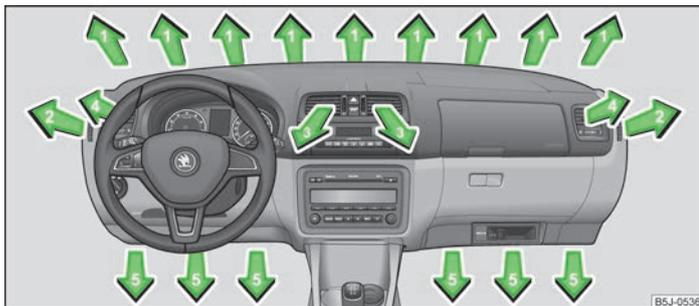
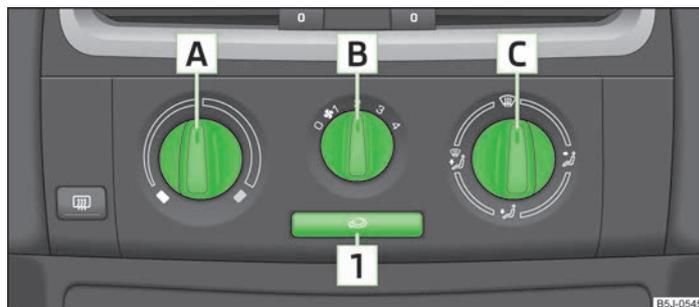

Fig. 74 Eyectores de salida de aire
Fig. 75 Calefacción: Elementos de mando
➤ Girar la rueda vertical (difusores de salida de aire 3) » fig. 74 o la rueda horizontal (difusores de salida de aire 4) a la posición 2.
➤ Girar la rueda vertical (difusores de salida de aire 3) » fig. 74 o la rueda horizontal (difusores de salida de aire 4) a la posición 0.
- Mover las láminas horizontales con el ajustador deslizable para cambiar la altura del flujo de aire » fig. 74.
Ajustar la salida de aire para cada difusor con el regulador de distribución de aire [C] » fig. 75 de la página 71. Los difusores de salida de aire 3 » fig. 74 y 4 se pueden cerrar y abrir por separado.
- Girar el regulador giratorio [A] » fig. 75 hacia la derecha para elevar la temperatura.
- Girar el conmutador del ventilador [B] » fig. 75 a una de las posiciones, 1 a 4, para conectar el ventilador.
- Con el regulador de distribución de aire [C] » fig. 75, se regula el sentido de salida del aire » página 71.
Todos los elementos de mando, excepto el conmutador del ventilador [B] » fig. 75, se pueden ajustar a cualquier posición intermedia.
- Elementos de mando **A** » fig. 75 de la página 71, **B**, **C** y la tecla **1**.
► Pulsar la tecla  **1** » fig. 75 de la página 71, en la tecla se encenderá el testigo.
► Pulsar de nuevo la tecla  **1** » fig. 75 de la página 71 - se apagará el testigo de control en la tecla.
Si el regulador distribuidor de aire **C** » fig. 75 de la página 71 se encuentra en la posición , el servicio de aire circulante se desconectará automáticamente. Pulsando repetidamente la tecla , se puede volver a conectar el servicio de aire de circulación también en esta posición.